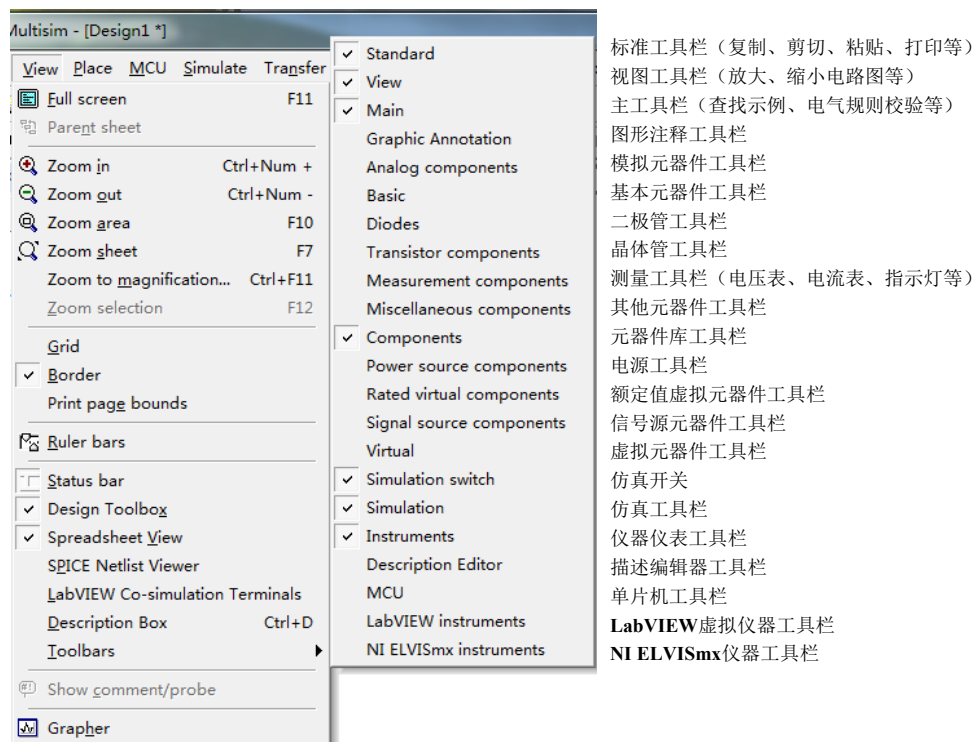

图 3.13 View 菜单展开状态及各项控制命令
用户可通过 View 菜单中的命令设置 Multisim 主窗口的各类栏目的显示模式，包括是否显示某些栏目、栏目的位置、工具栏的布局等。View 菜单展开状态如图 3.13 所示，选中某项时，该菜单项前面出现小钩，表示显示对应的栏目。例如图 3.13 中 Design Toolbox 选项前面有一个小钩，表示在主界面中显示设计工具箱，单击则可去掉小钩，表示在主界面中不显示设计工具箱。
- Toolbars: 显示或者关闭各种工具栏。工具栏的各项内容说明详见图 3.13 中的注释。